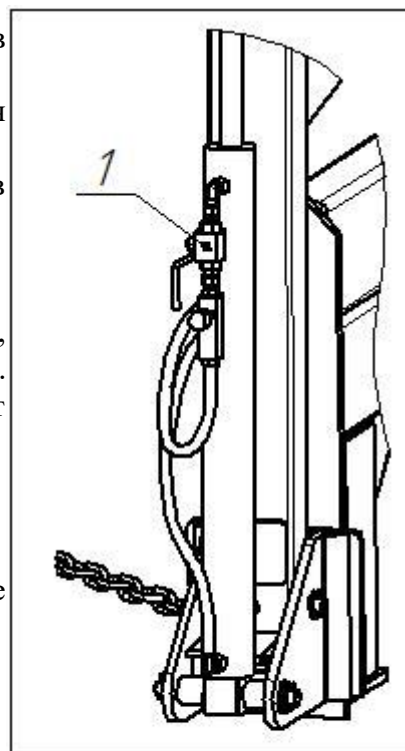

Рисунок 33.
2.4.6. Открыть кран 1 гидроцилиндра маркера рис. 33.